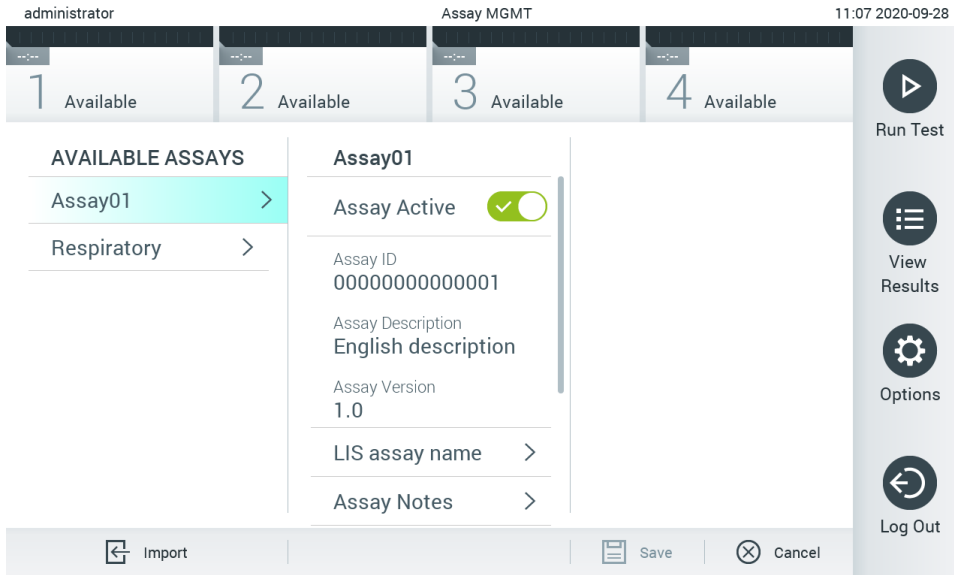

图 68. 激活检测。
**提示：** 如果与外部对照品 (EC) 相关联的检测被新版本覆盖，则 EC 样本会被重置且需要重新配置。有关更多信息，请参阅第 6.6 节。
7. 选择 Assay Active（检测激活）激活检测（图 68）。